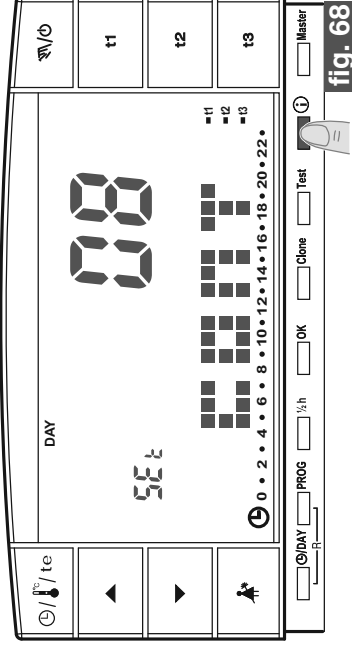

fig. 68
- Dalla videata precedente premere un'altra volta il tasto  : sul display apparirà la scritta **CONT** e il valore di contrasto attivo; impostazione di fabbrica **08** (esempio in fig. 68).